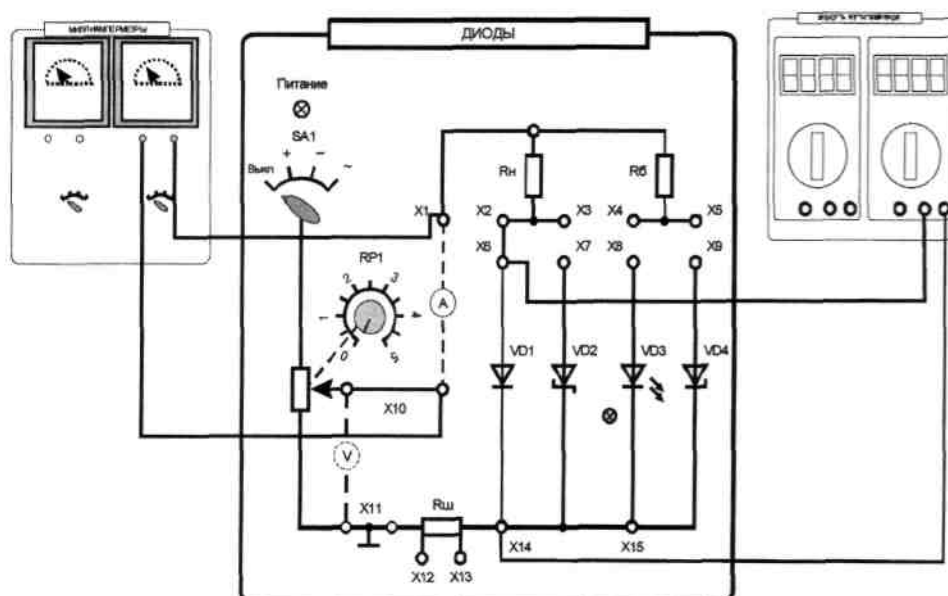

Рис. 3.1.4
постоянного напряжения (рис. 3.1.4). Включить электропитание стенда и установить переключатель SA1 в позицию «+».
3.3.1. Собрать схему для исследования стабилитрона на постоянном токе (аналогично схеме по рис. 3.1.4. Выполнить пункт 3.1.2 для стабилитрона. Построить график зависимости выходного напряжения  $U_{cm}$  от тока  $I_{cm}$ . Результаты занести в табл. 3.1.6.